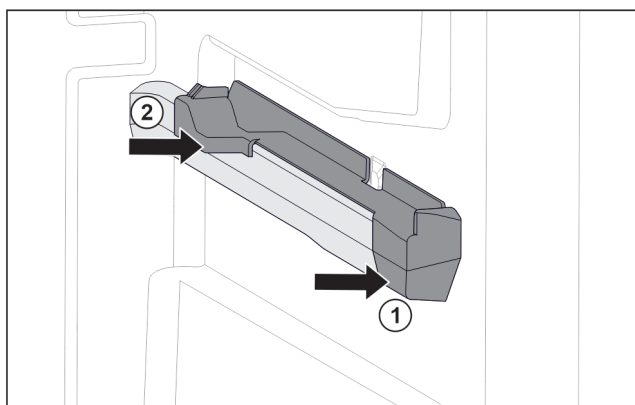

Fig. 94 Elemento inseribile sulla nervatura destra del contenitore
- ▶ Posizionare l'elemento inseribile sulla parte anteriore della nervatura del contenitore. Fig. 94 (1)
- ▶ Premere l'elemento inseribile sulla parte posteriore. Fig. 94 (2)